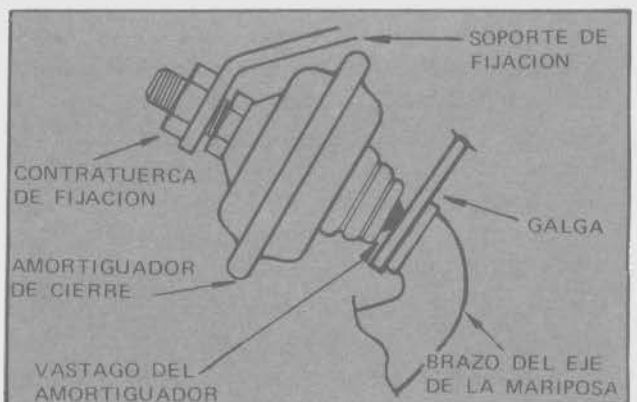

Fig. 9 - Ajuste del amortiguador de cierre
- Desenroscar lentamente el cuerpo del amortiguador de cierre (reteniendo con la mano el brazo de accionamiento del eje de la mariposa) hasta que el vástago del mismo se encuentre totalmente comprimido contra la galga y el tope (Fig. 9).